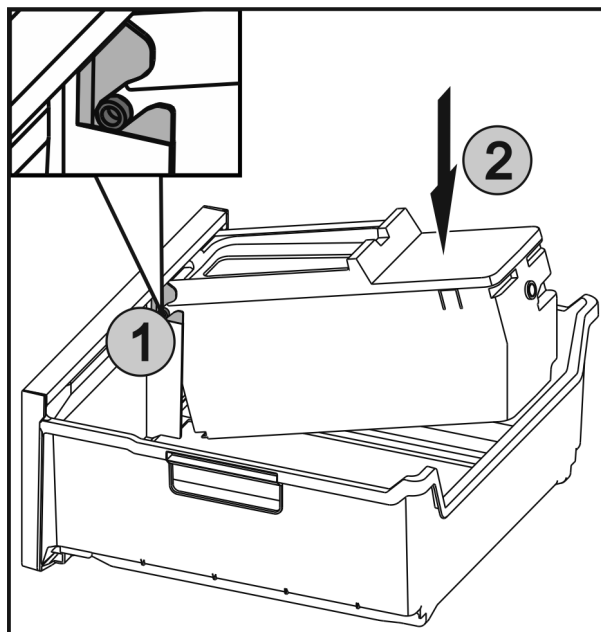

Fig. 83
- ▶ Skjut in axlarna Fig. 83 (1) på EasyTwist-Ice i spåren och tryck fast den bakre sidan Fig. 83 (2) så att fliken hakar fast.